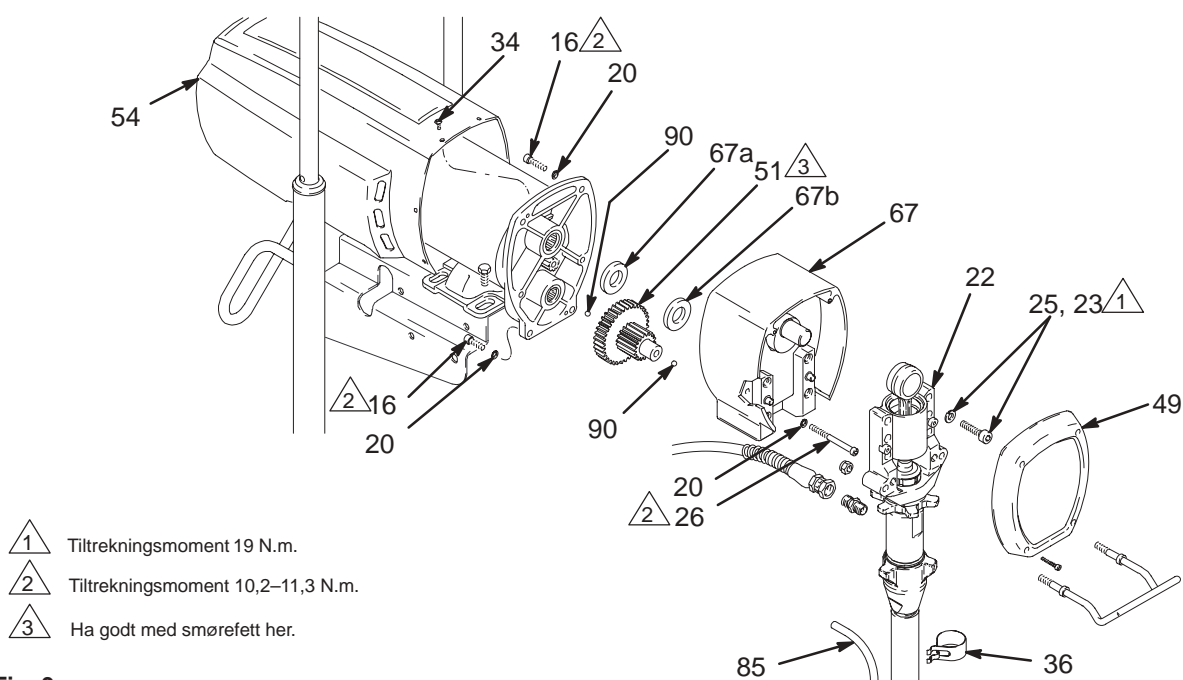

Fig. 9
3. Fig. 9. Ta av frontdekslet (49) og motorskyddet (54). Ta drengslangen (85) av pumpen.
4. Ta de fire skruene (25) og låseskivene (23) av lagerhuset.
5. Bank lett med en plasthammer nederst på baksiden av lagerhuset (22) for å løsne det fra drivmekanismehuset (67). Trekk lagerhuset med veivstangen ut av drivmekanismehuset.
6. Ta de to skruene (26) og låseskivene (20) av drivmekanismehuset.
7. Ta ut de to nederste skruene (16) og låseskivene (20) og deretter de to øverste skruene (16) og låseskivene (20) foran på motoren (73).
8. Bank lett på drivmekanismehuset (67) med en plasthammer for å løsne det fra motorens front (73); trekk det deretter rett av.
9. Ha ca. 133 g med lagerfett på tannhjulsettet (51). En tube smørefett følger med hvert drivmekanismehus-sett. Pass på at trykk-kulene (90) sitter på plass.
10. Tre den bronsefargede skiven (67b) og den sølvfargede skiven (67a) på akselen som stikker ut av det store tannhjulet i drivmekanismehuset (67).